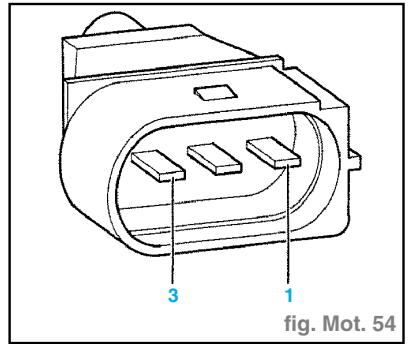

fig. Mot. 54
- Brancher un multimètre portable (mesure de la résistance) sur les contacts 1 et 2 de la fiche du transmetteur de régime moteur (fig. Mot. 54).